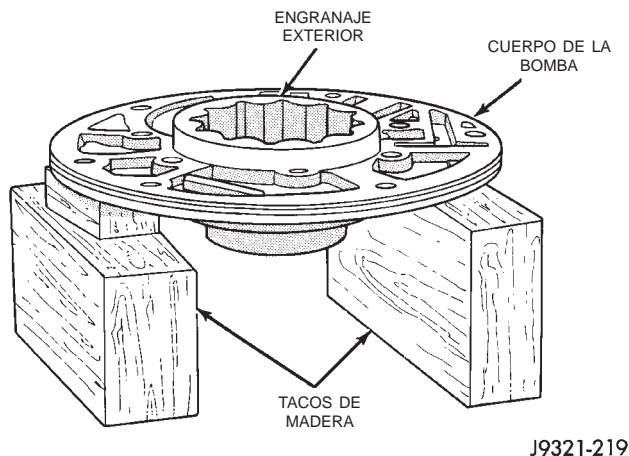

Fig. 129 Sujeción de la bomba e instalación del engranaje exterior
- (1) Lubrique el hueco de los engranajes en el cuerpo de la bomba con líquido para transmisiones.
- (2) Lubrique los engranajes de la bomba con líquido para transmisiones.
- (3) Apoye el cuerpo de bomba en tacos de madera (Fig. 129).
- (4) Instale el engranaje exterior en el cuerpo de bomba (Fig. 129). El engranaje se puede instalar en cualquier dirección (no es un encaje unidireccional).